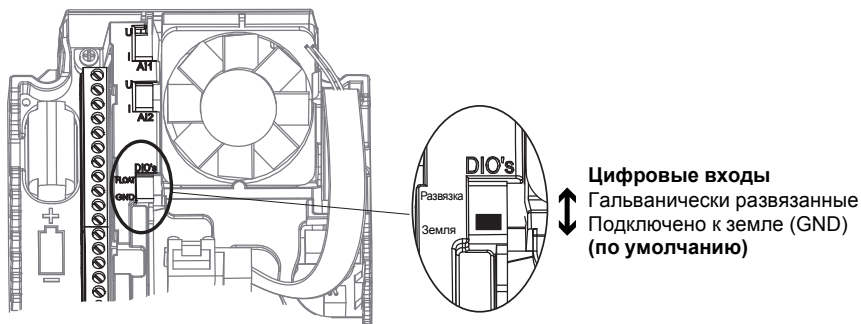

Рис. 13.
*) Дискретные входы можно изолировать от земли с помощью DIP-переключателя, см. рисунок 13 ниже.